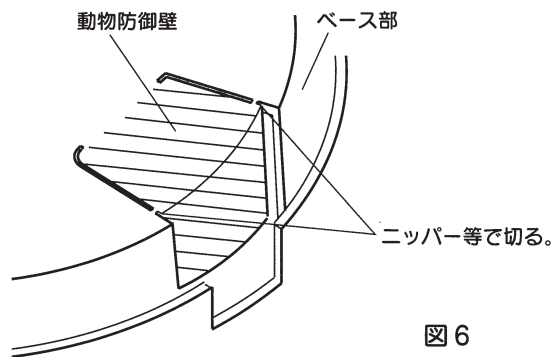

図 6
(1) ベース部①の配管用切りカキ部⑥を必要に応じ切りとる。
- (2) ベース部①の動物防御壁④を切りとる。（図 6 参照）